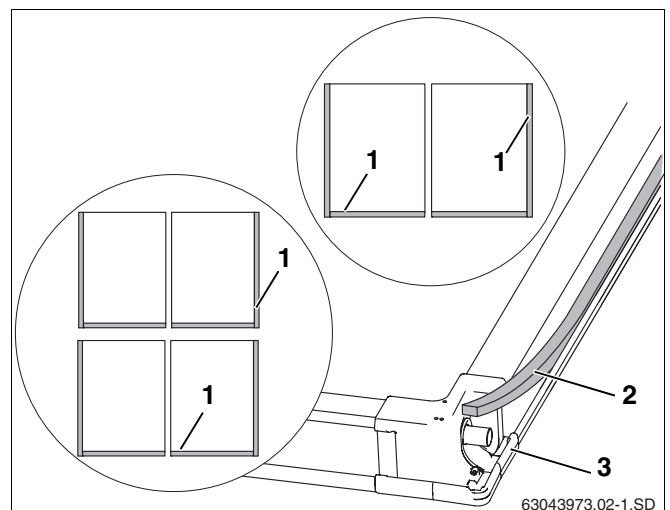

Fig. 21 Lado de trás do colector
As uniões das chapas de cobertura laterais e inferiores aos colectores (fig. 21, **item 1**) devem ser vedadas com tira vedante.
- ▶ Aplicar a tira vedante (fig. 21, **item 2**) com o lado aderente na pega dos lados exteriores dos colectores das extremidades e em cada colector em baixo (fig. 21, **item 1**) incl. a peça de união de canto (fig. 21, **item 3**).